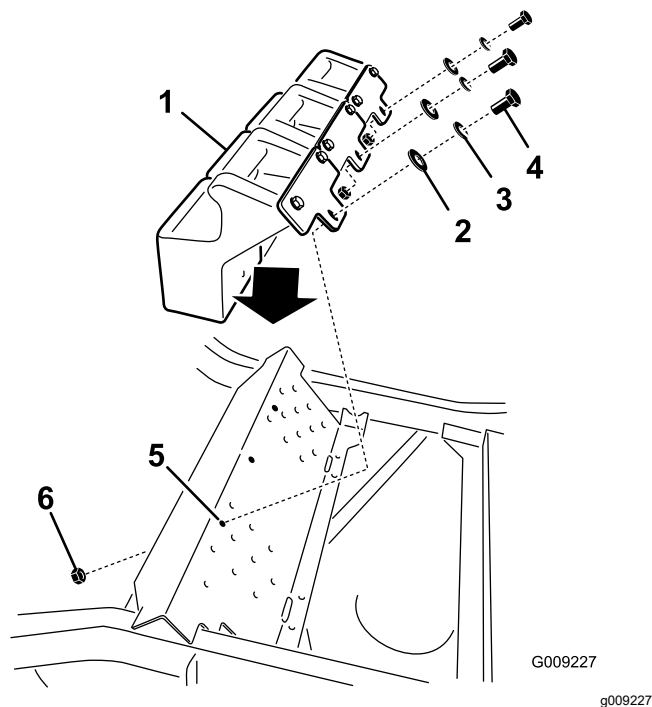

Figure 33
5. Montez les masses avant au sommet du repose-pied (Figure 33).
6. Fixez les masses avant au sommet du repose-pied et sur le support de montage de masse à l'aide de 6 boulons ($\frac{3}{8}$ x 1 po), 6 rondelles frein ($\frac{3}{8}$ po), 3 écrous à embase (petite embase) ($\frac{3}{8}$ po) et 6 rondelles plates ($\frac{3}{8}$ po) (Figure 33).